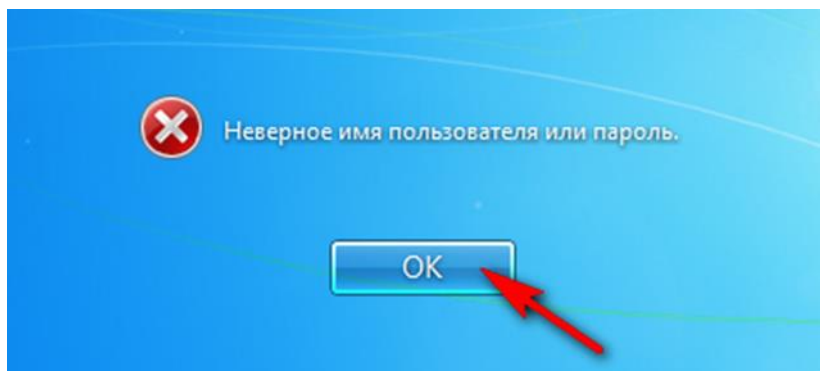

Рисунок 7.
2.2.1.8 Если при загрузке компьютера появится предупреждение «Неверное имя пользователя или пароль» (см. рисунок 7), то нажать кнопку «ОК».